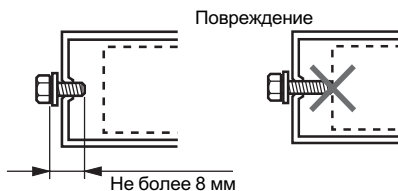

Рис. 3
4. При установке следует пользоваться только винтами из комплекта поставки. В случае применения других винтов можно повредить корпус аппарата (см. рис. 3).